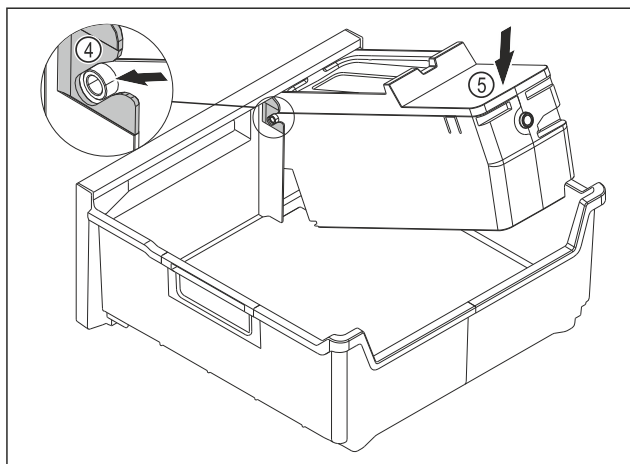

Fig. 248
- EasyTwist-Ice-Korpus montieren: Achsen des EasyTwist-Ice-Korpus in die Führungen Fig. 248 (4) einschieben.
- EasyTwist-Ice-Korpus Fig. 248 (5) hinten nach unten drücken.